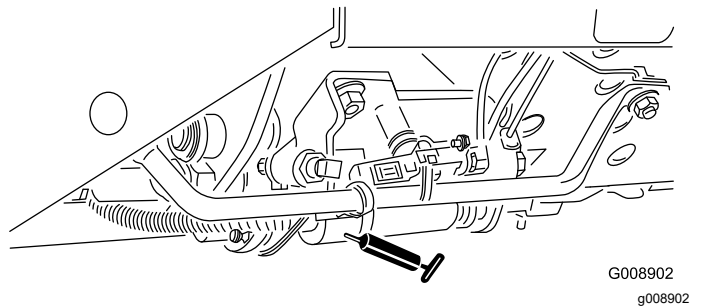

Figura 64
- Correção de transporte/corte (Figura 64)